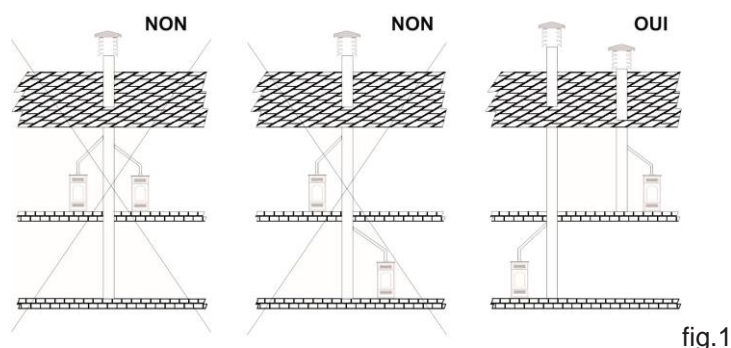

fig.1
- Il ne devra être connecté à aucune autre cheminée, poêle, chaudière ou hotte aspirante de tout type (fig. 1)